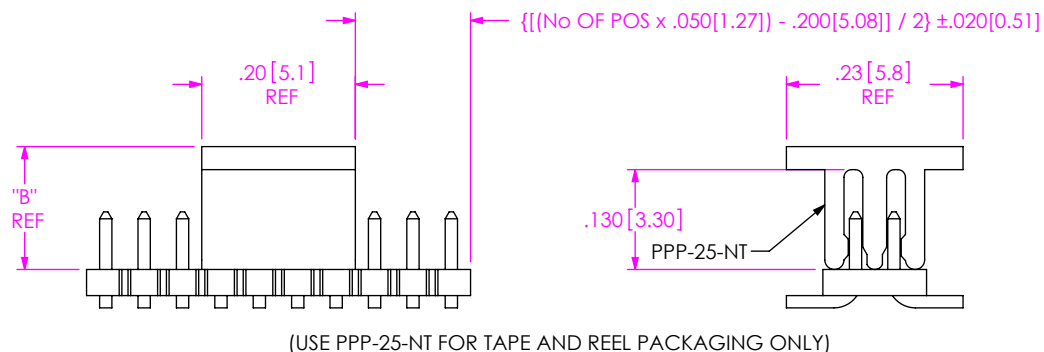

FIG 4
- SA: END SHROUDS W/ ALIGNMENT PINS (SEE FIG 4, SHT 2 & FIG 8, SHT 3) (LEAD STYLE -02 & -03 ONLY) (05 POS MINIMUM, 46 POS MAXIMUM) (SEE NOTES 6 & 7)